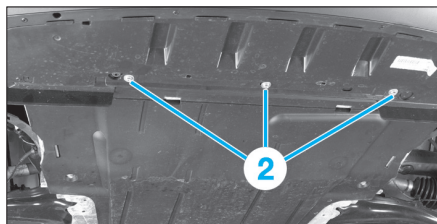

FIG. 4
- les fixations inférieures (2) (Fig.4) du bouclier.